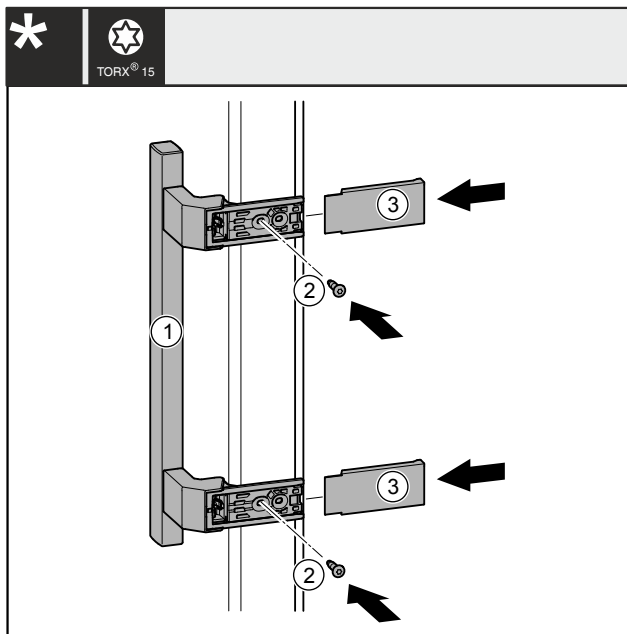

Fig. 41
- Breng het handvat Fig. 41 (1) aan de andere kant aan.
- Schroeven Fig. 41 (2) met een schroevendraaier vastschroeven.
- Plaats de afdekkingen Fig. 41 (3) op de zijkanten en schuif ze erop zodat ze vastklikken.